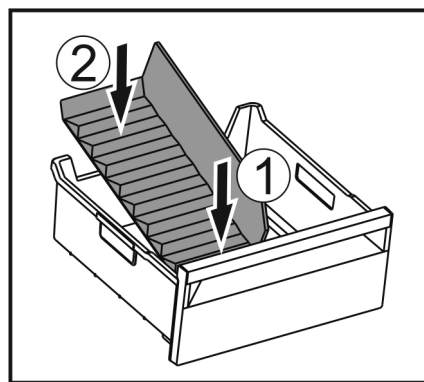

Fig. 128
- Installer la partie avant du séparateur de congélateur. Fig. 128 (1)
- Abaisser la partie arrière du séparateur de congélateur jusqu'au fond du tiroir. Fig. 128 (2)